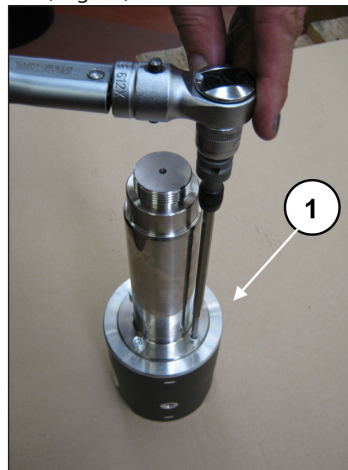

Fig. 46
Para separar el vástago de la guía del pistón, es necesario aflojar los tornillos de cabeza cilíndrica M6 con la llave específica (pos. ①, Fig. 46).